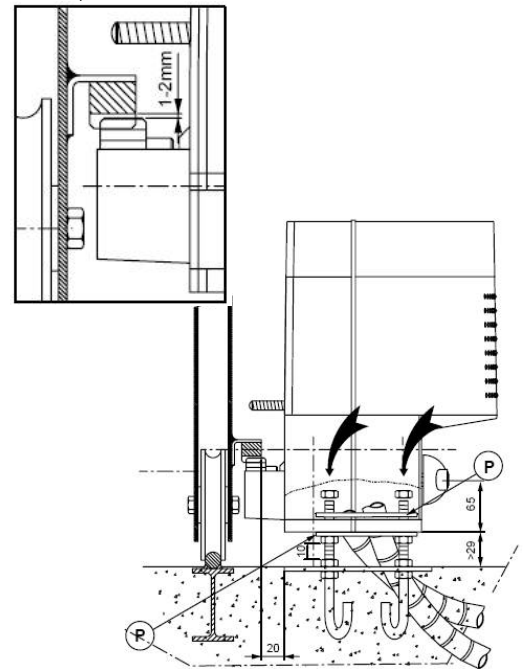
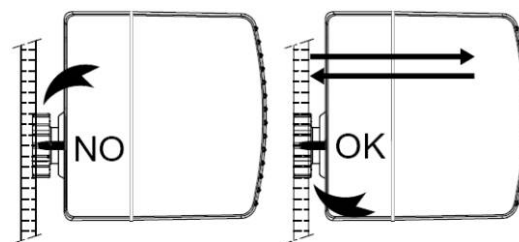

рис. 6
рис. 10
Подождите, пока бетон затвердеет, затем закрепите редуктор на пластине с помощью приложенных гаек и винтов как указано на рис.6:
- Установите две верхних пластины Р (рис. 6) и закрутите 4 блокировочных гайки моторредуктора.
Если движение створки не прямолинейно, отцентрируйте крепежи линейки по отношению к звездочке вставками (рис. 10).
Отрегулируйте высоту моторедуктора так, чтобы образовался зазор приблизительно 2 мм между звездочкой и линейкой (рис. 6). Для этого отвинтите приблизительно по 2 мм четырех гаек М10 под моторедуктором и, затем зафиксируйте 4 верхних гайки. Убедитесь в параллельности и центровке звездочка- линейка (рис. 10).